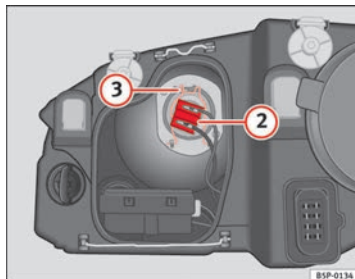

Abb. 189 Ablendlicht
- Ziehen Sie den Stecker \Rightarrow Abb. 189 ② von der Lampe ab.
- Nehmen Sie die Haltefeder \Rightarrow Abb. 189 ③ durch Eindrücken und Rechtsdrehung ab.